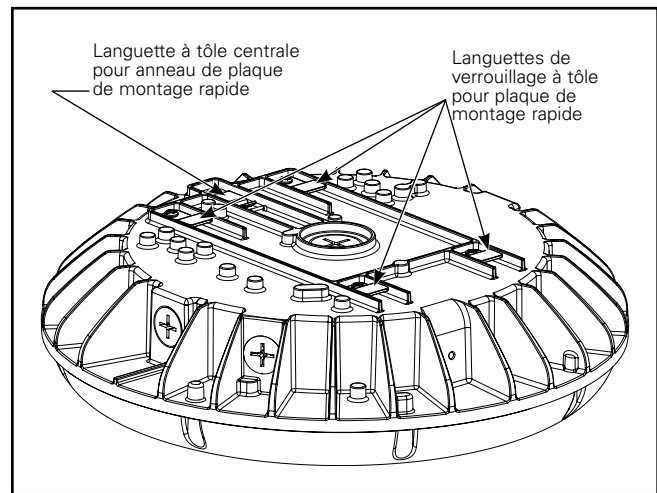

Figure 3.
4. Réinstallez le boîtier à la plaque en enclenchant l'anneau de la plaque de montage à la languette du boîtier (Figures 3 et 4).